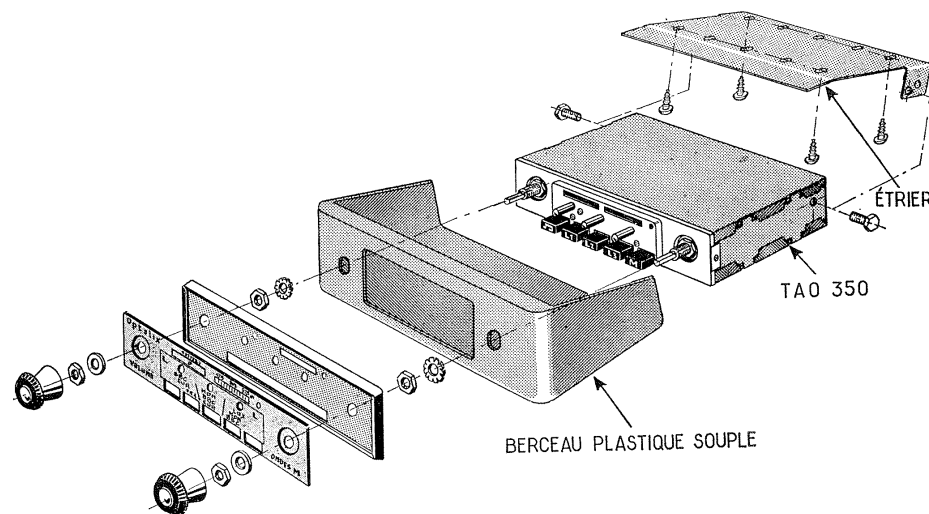

Figure 7
- Le montage du berceau est illustré figure 7.